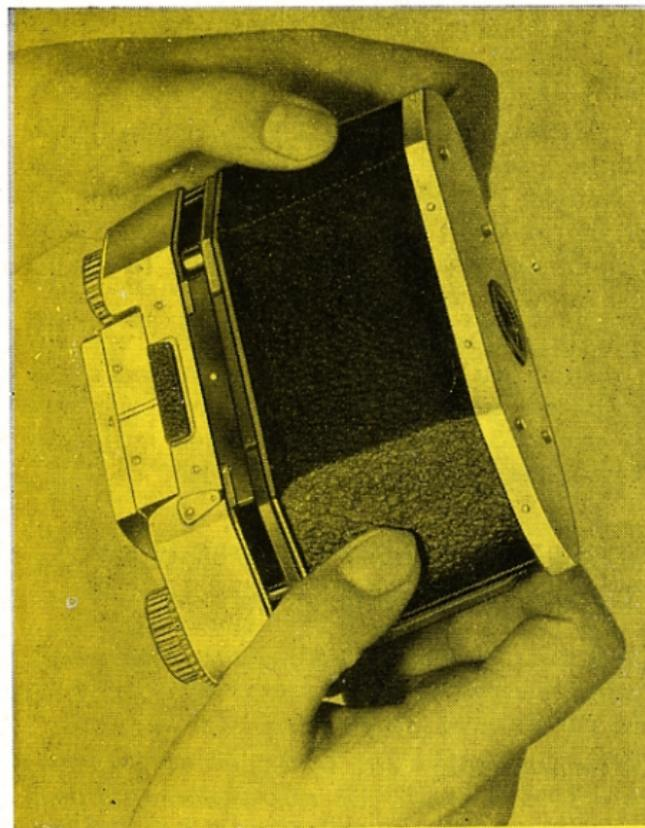

Fig. 1
Pour retirer le dos prendre l'appareil entre les deux mains (dos orienté vers le haut; capuchon de visée (12) ou prisme redresseur (35) pointé sur soi-même). Pousser le dos (32) avec les deux pouces hors du culot chromé jusqu'à ce que la marque rouge apparaisse au-dessus de la fenêtre (30) fig. 1. Faire glisser le dos hors des rainures.